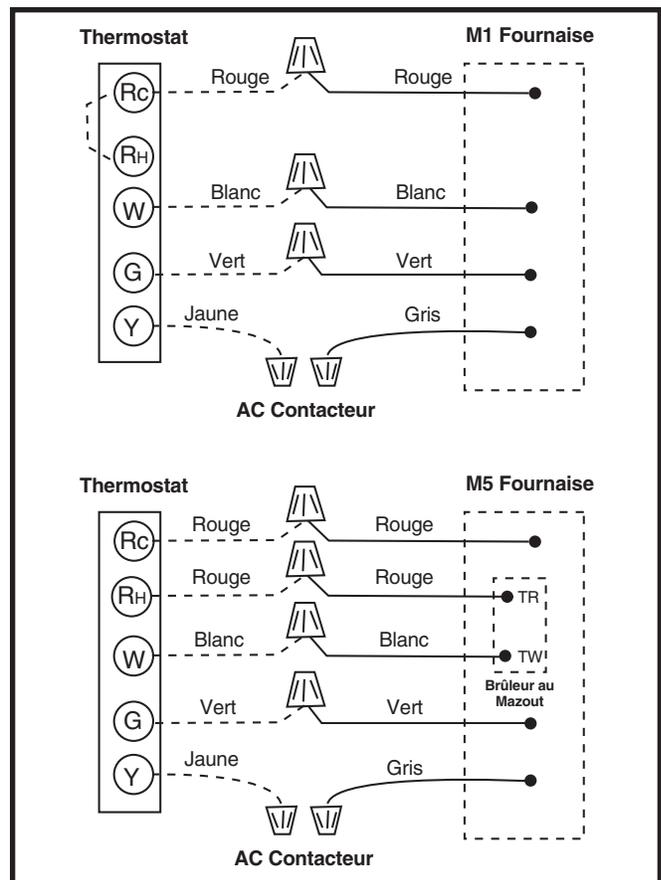

Figure 25. Câblage du thermostat pour les modèles prêts à la climatisation
Il faut maintenir la polarité de tension de ligne appropriée afin que le système de commande fonctionne correctement. Vérifiez que la ligne neutre entrante est raccordée au fil blanc et que la ligne sous tension entrante est connectée au fil noir. La fournaise ne fonctionne pas si la polarité et la mise à la terre sont mal branchés, comme indiqué dans la Figure 25 \(page 14\).
2. Branchez les fils du thermostat aux bornes basse tension du générateur d'air chaud (selon l'application à l'installation). Consultez la Figure 25 \(page 14\).
- **Pour les modèles M1 :** La borne RH du générateur d'air chaud n'est pas branchée; la borne RC du générateur d'air chaud se branche au thermostat. Voyez la Figure 25 \(page 14\).